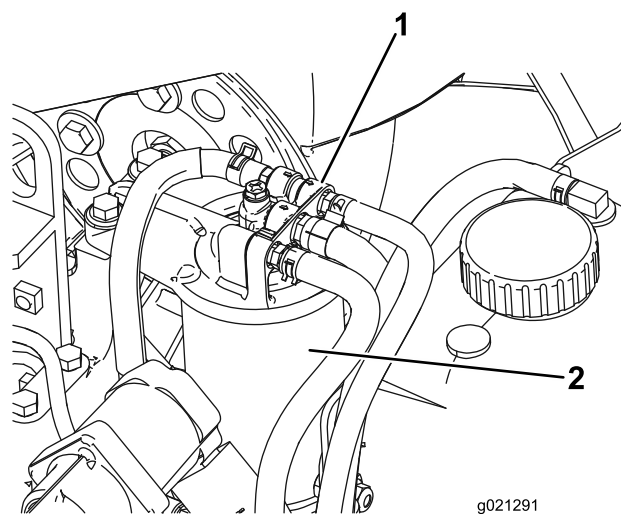

Figure 94
2. Déposez le filtre et nettoyez la surface de montage de la tête du filtre (Figure 94).
1. Nettoyez la surface autour de la tête du filtre à carburant (Figure 94).